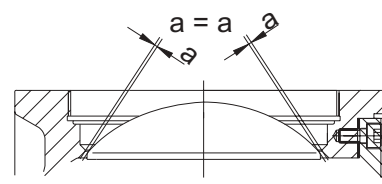

Fig 20
21. Håll kvar bygel i detta läge och kontrollera att kulsegmentet centrerar med ventilhuset. Kulsegmentet skall ha lika stor spalt mot ventilhuset runt hela kulsegmentets periferi. Mer noggrann kontroll kan göras med bladmått vid resp. spindelände (Fig. 20).